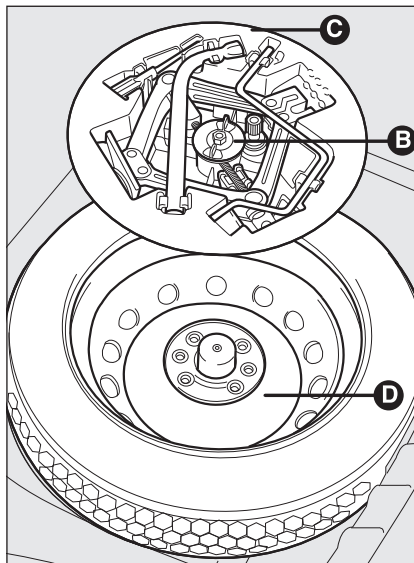

fig. 4
- dévisser le dispositif de blocage **B-fig. 4** ;